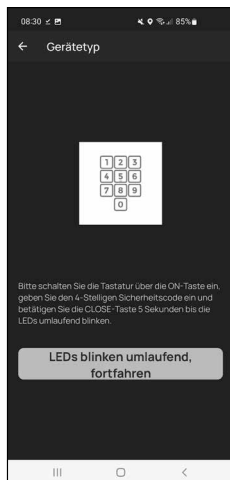

Fig. 11
- 14 Se le pedirá que ponga el teclado en modo programación (Fig. 11). Encontrará instrucciones al respecto en el capítulo «Cómo poner el teclado en modo programación», en la página 3. En cuanto el teclado se encuentre en modo programación, y pueda ser detectado según indiquen los LED que parpadean formando un círculo en el teclado, pulse el botón del teclado que indica «LED parpadeando en círculo, continuar» (Fig. 11).